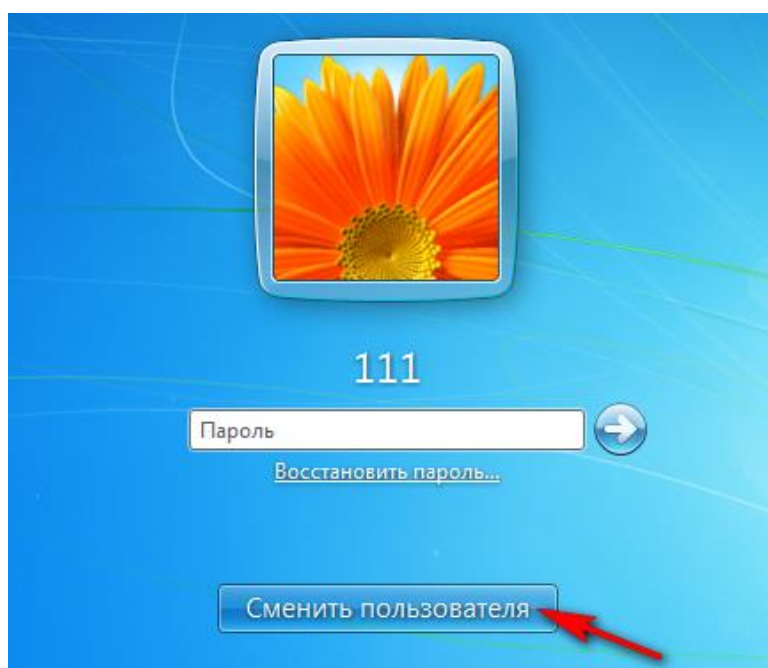

Рисунок 8.
2.2.1.9 Далее нажать кнопку «Сменить пользователя» (см. рисунок 8).